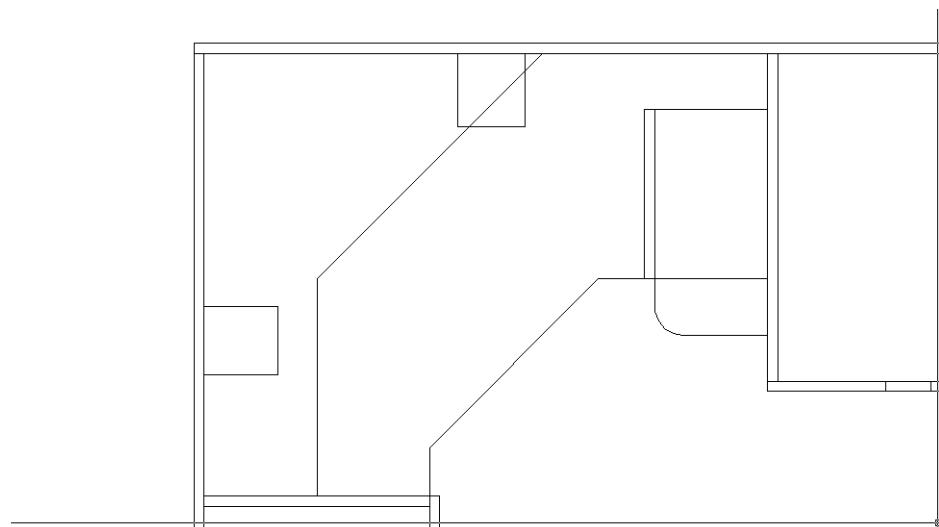

Рис. 5.7 ▶ С помощью режима **Смещение** (Snap From) первая линия начинается на заданном смещении от базовой точки без использования вспомогательных линий
8. Нажмите **Enter** для завершения команды **Отрезок** (LINE). Контуры полочек обоих стоек для компакт-дисков созданы (рис. 5.7).